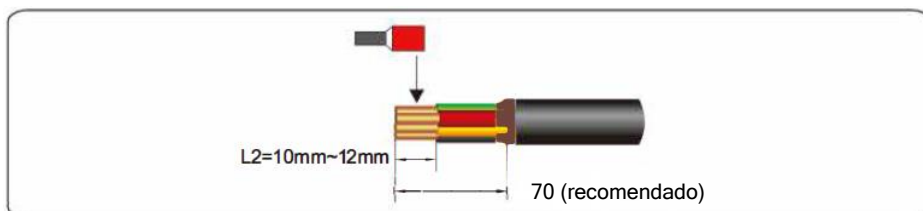

Figura 5.4 Segmento pelado (unidad: mm)
**Paso 1** Pele un trozo del recubrimiento y la capa de aislamiento del cable de salida de CA utilizando un pelacables, como se muestra en la figura 5.4.